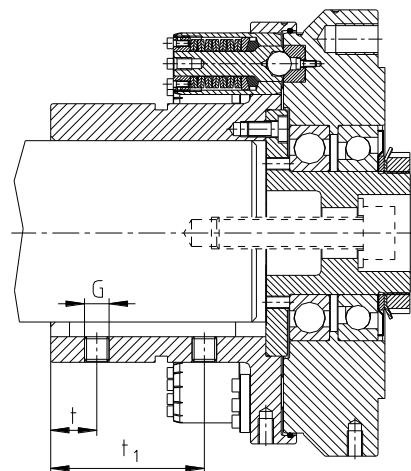

Figura 6
- Utilice tornillos de fijación según DIN EN ISO 4029 con un extremo con cono embutido o una arandela terminal para la seguridad axial de los mangones (véase figura 6).